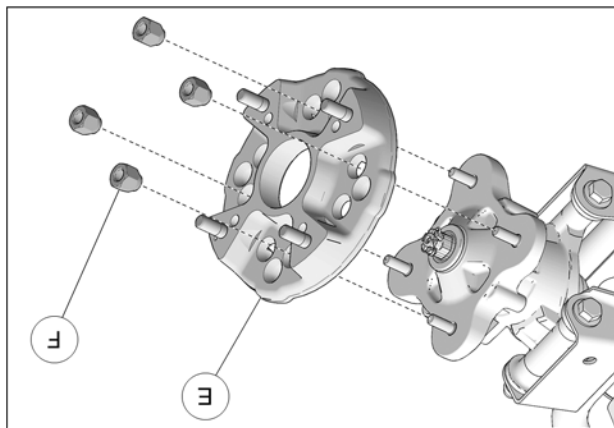

Fig. 10
9. Installer les espacements d'essieu (E) sur les moyeux arrière. Utilisez les écrous de roue M12 (F) fournis. Voir la Fig. 10